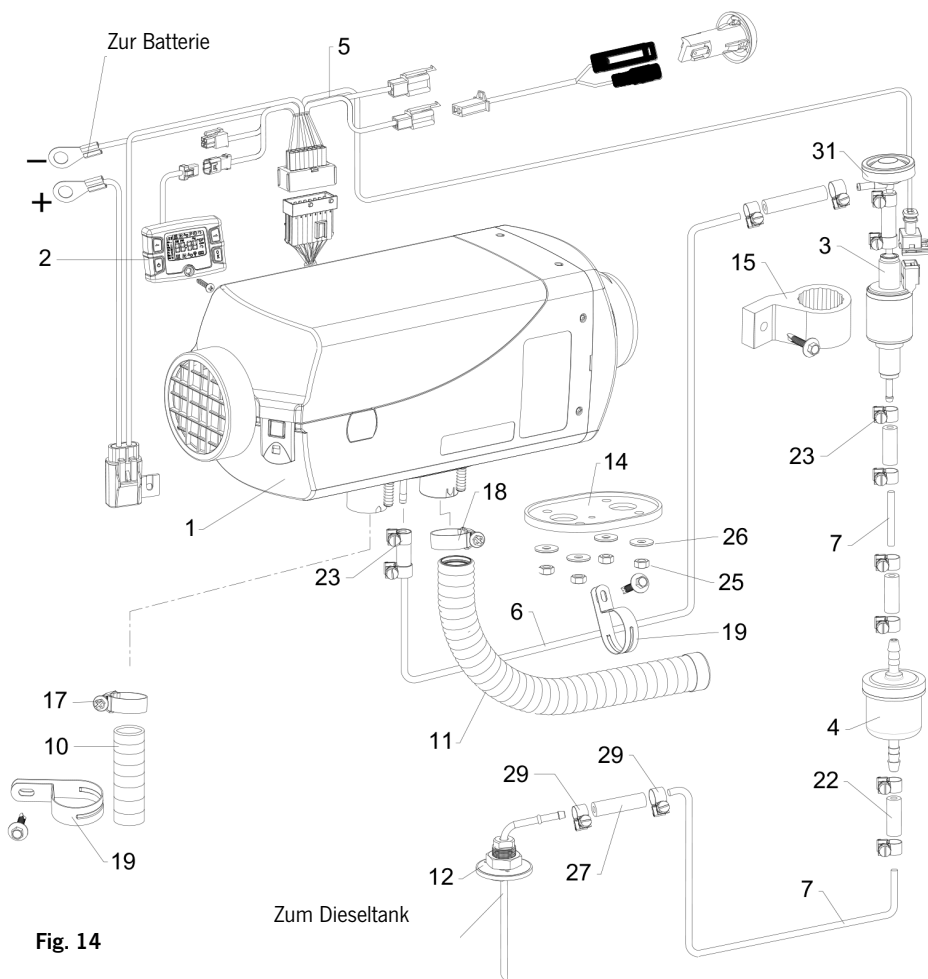

Fig. 14
32. VanHeat 4.0-DH | Produktinformation | Ersatzteilliste (Siehe Fig. 14))